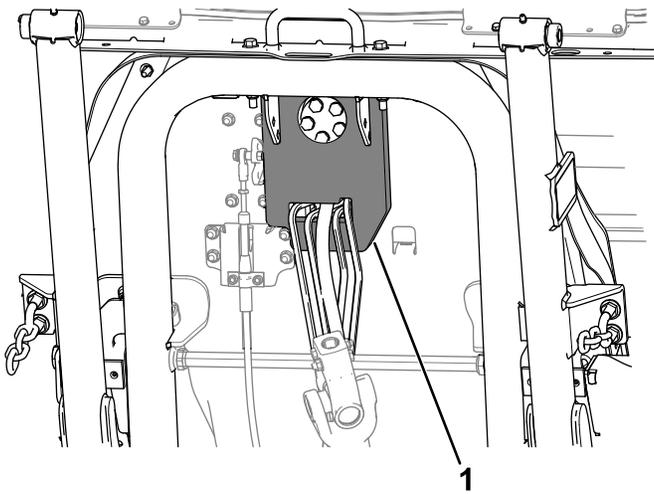

Bild 5
5. Montieren Sie die untere Lenkungsabdeckung, wie in Bild 5 dargestellt. Achten Sie darauf, dass sie an oberen Lenkungsabdeckung befestigt ist.